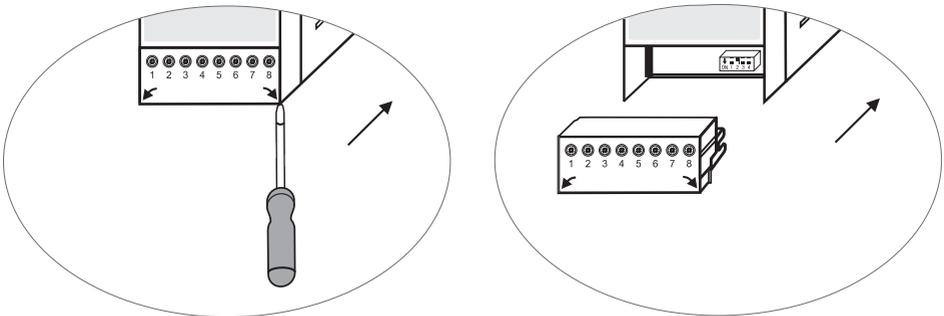

Abb. 8
- Obere und untere Klemmleiste entfernen (Abb. 8).